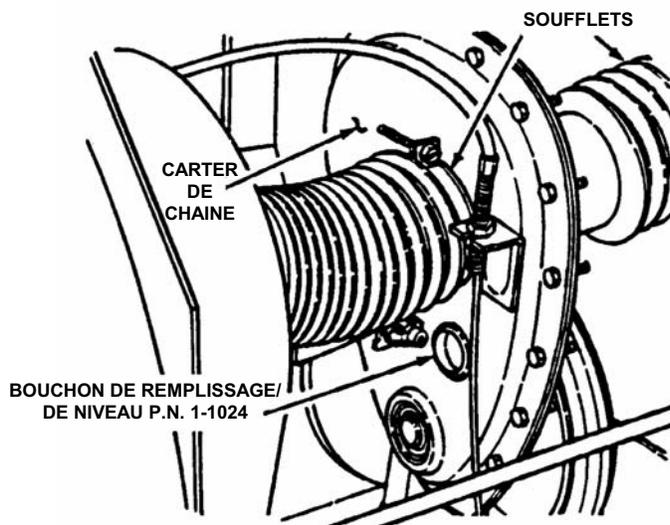

FIGURE 3.10
3. Vérifiez l'état du bouchon de remplissage/de niveau. Si vous voyez des signes d'usure ou de fissures, remplacer le bouchon de remplissage/de niveau par un nouveau. Voir figure 3.10.
4. Pour vérifier le niveau de lubrifiant dans le carter de chaîne, retirez le bouchon de remplissage/de niveau et regardez le lubrifiant sur les parties internes du carter de la chaîne. Si vous ne voyez pas de lubrifiant sur les parties internes du carter de la chaîne, ajoutez autant que nécessaire de l'huile SNAPPER - transmission. Voir la figure 3.10.